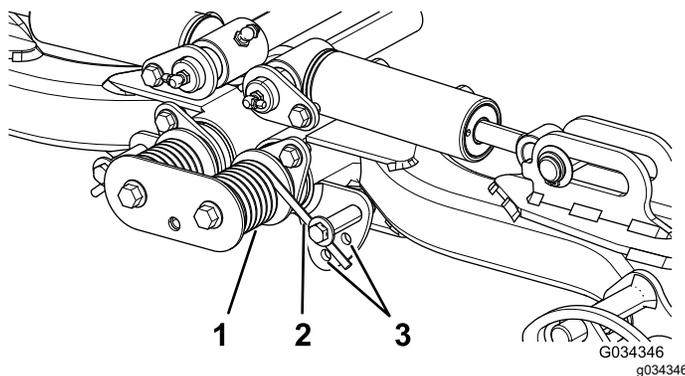

Рисунок 44
2. Наденьте на длинный конец пружины трубу или аналогичный предмет, чтобы снять натяжение пружины во время регулировки (Рисунок 44).
3. Ослабляя натяжение пружины, отверните болт и контргайку крепления пружинного привода к кронштейну (Рисунок 44).